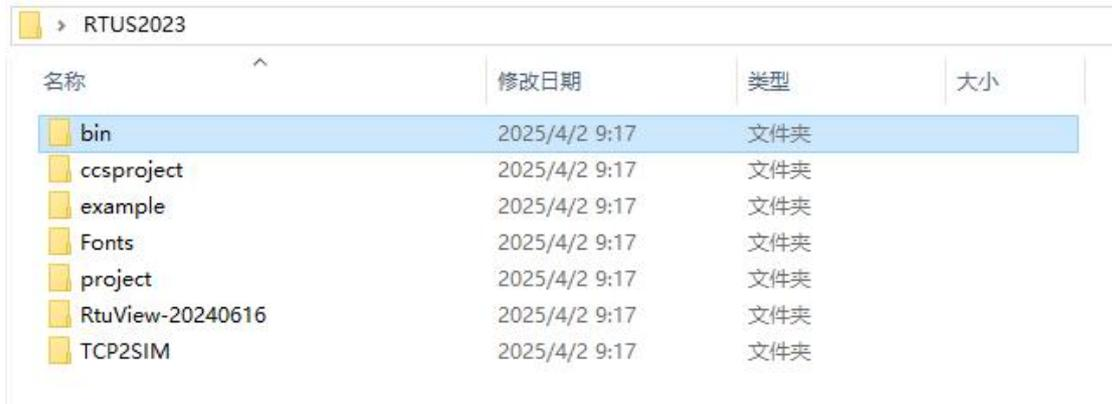

图 3.2 RTUS2023 安装过程图 2
2、文件路径：RTUS2023/bin/RtunitStudio，如图 3.2，双击打开 RtunitStudio 即可打开软件，如图 3.3；